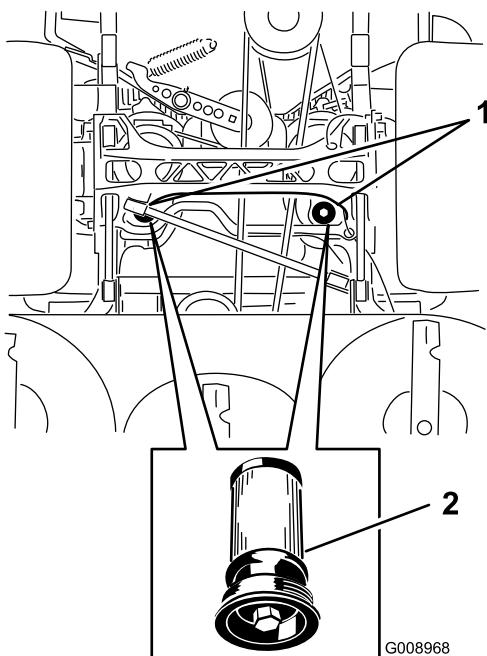

Figure 92
5. Placez un bac de vidange sous le filtre, retirez le filtre usagé et essuyez la surface (Figure 92).
6. Appliquez une fine couche d'huile hydraulique sur le joint en caoutchouc du filtre de rechange (Figure 92).